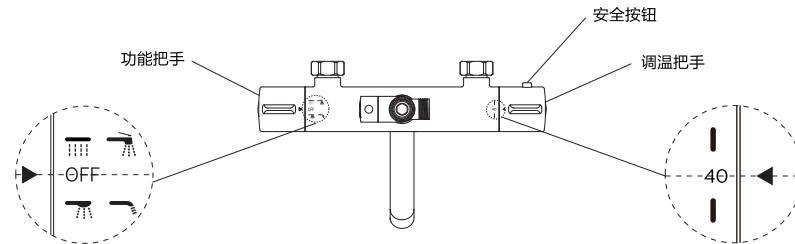

图1
- 转动功能把手,当“**▶**”朝向“**顶喷**”位置时,通过转动切换把手可选择顶喷花洒或喷枪出水(适用于ASH2541CH/93),参考图1;
- 转动功能把手,当“**▶**”朝向“**OFF**”位置时,关闭所有功能出水,参考图1;